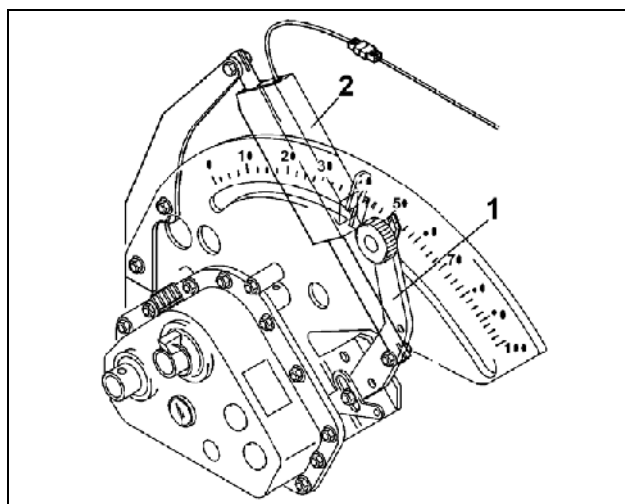

Fig. 78
- regolazione a distanza della quantità di semente: la leva del riduttore (Fig. 78/1) consente di impostare in modo continuo il numero di giri delle ruote di semina, e quindi la quantità di semina. Per impostare la quantità di semente, il servomotore (Fig. 78/2) che attiva la leva del riduttore viene comandato da **AMATRON 3**. La quantità di semente impostata e il valore sulla scala possono essere letti sul display **AMATRON 3**.